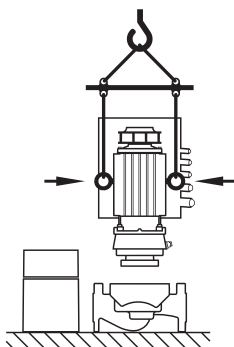

Fig. 9: Транспортиране на мотора
- Ако е необходимо, например в случай на ремонт, транспортните халки могат да бъдат преместени от фланеца на мотора върху корпуса на мотора (виж напр. Fig. 9). Преди да монтирате транспортните халки на корпуса на мотора, развийте държачите от отворите за транспортните халки (Fig. 7, поз. 20b) (виж глава 10.2.1 „Смяна на механичното уплътнение“ на страница 55).
- Ако транспортните халки бъдат преместени от фланеца на мотора и бъдат монтирани върху корпуса на мотора, то те могат да бъдат използвани само за повдигане, респ. транспортиране на окомплектовката (Fig. 9), а не за транспортиране на цялата помпа, нито за разделяне на окомплектовката от корпуса на помпата.